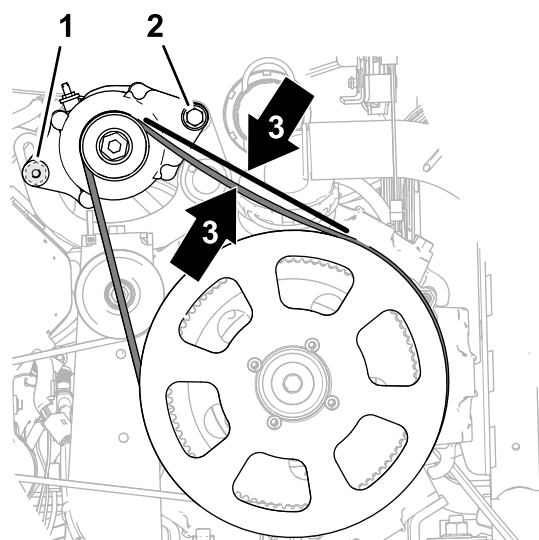

図 186
4. オルタネータ 図 186 をずらしてベルトに張りを出す オルタネータのプーリと駆動プーリ279mm との